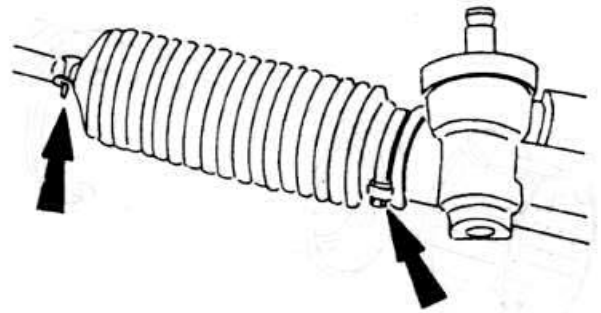

Рис. 5.6
- ♦ Разъедините хомутик чехла со стороны рулевого механизма (рис. 5.6).